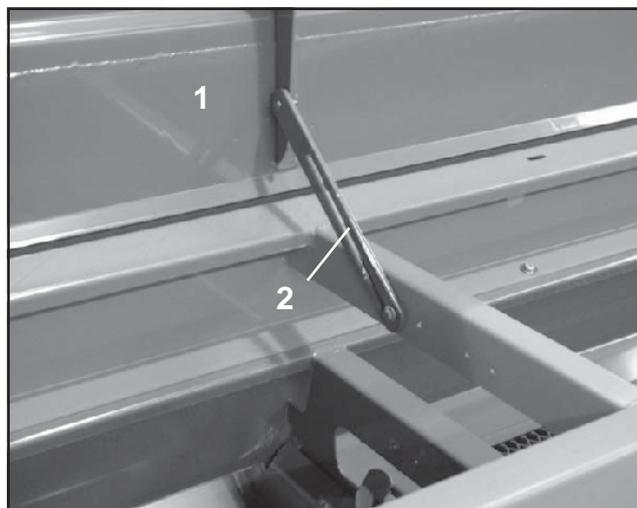

Fig. 9.1
- Ouvrez le couvercle de la trémie du fertiliseur (9.1/1) et verrouillez-le en position ouverte à l'aide du dispositif de verrouillage (9.1/2) comme indiqué à la fig. 9.1, de manière à ce qu'il ne puisse pas au cours du chargement se refermer intempestivement sous l'effet du vent ou pour toute autre cause.